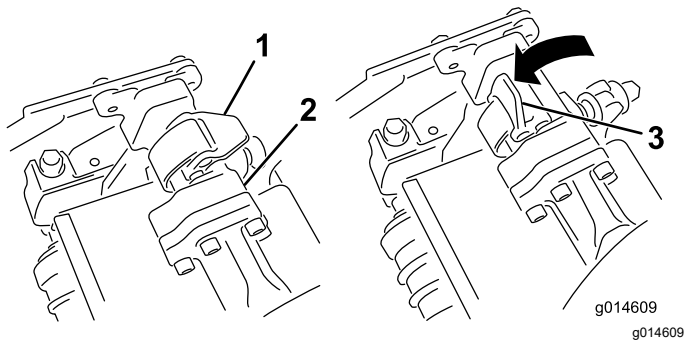

Figura 51
3. Les verrous de la barre de bras de suspension étant orientés en haut (c.-à-d. ouverts) (Figura 51), poussez le bras de suspension vers le bas pour que la barre s'engage sur la barre transversale au sommet de l'unité de coupe (Figura 52).
4. Fermez les verrous autour de la barre de l'unité de coupe et bloquez-les en place (Figura 51).
4. Ouvrez les verrous sur la barre du bras de suspension appartenant à l'unité de coupe que vous voulez déposer (Figura 51).